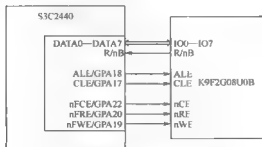

图 12-2 NAND FLASH 接口电路
因为 S3C2440 处理器内部已经集成了 NAND FLASH 控制器。因此，接口电路将变得很简单，只需要将 S3C2440 处理器的对应引脚和 NAND FLASH 的对应引脚接上即可，如图 12-2 所示。
- GPG15=0, 表示接口线宽是 8 位, 如图 12-2 中 IO0~IO7 共 8 根线。